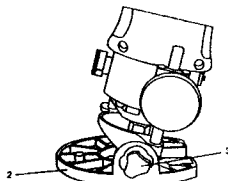

Fig. 17
1. Afloje ambas perillas de ajuste del bisel (3) desenroscándolas unas 2 veces en sentido contra las agujas del reloj (ver la fig. 17).
2. Incline la base de fresado (2) al ángulo deseado.